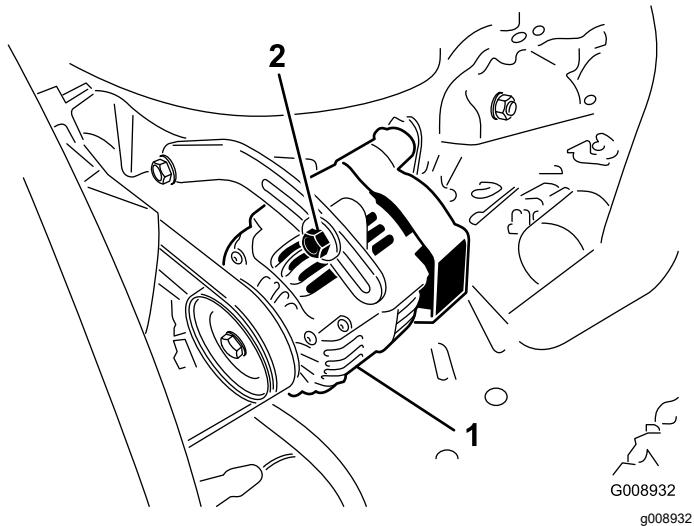

Рисунок 56
- Якщо відхилення не становить 10 мм, ослабте болти кріплення генератора (Рисунок 56).